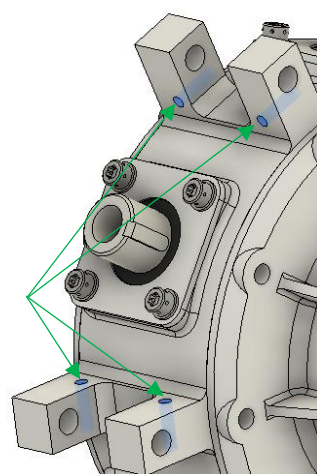

Figure 2
- Cette pièce sera fixée dans les taraudages prévus sur le carter : Figure 2